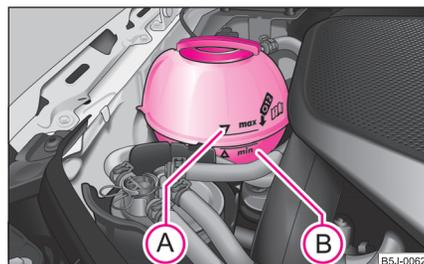

Abb. 159 Motorraum: Kühlmittel-Ausgleichbehälter
- Prüfen Sie den Kühlmittelstand am Kühlmittel-Ausgleichbehälter ⇒ Abb. 159. Der Kühlmittelstand muss bei kaltem Motor zwischen den Markierungen „MIN“ (B) und „MAX“ (A) liegen. Bei warmem Motor kann er auch etwas über der Markierung „MAX“ liegen.
- Legen Sie einen Lappen auf den Verschlussdeckel des Kühlmittel-Ausgleichbehälters ⇒ Seite 182, Abb. 159 und schrauben Sie den Deckel **vorsichtig** linksherum ab ⇒ .